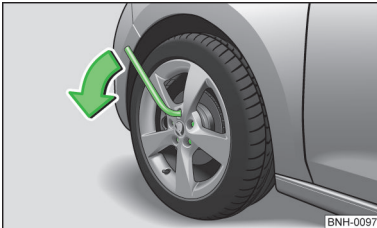

Abb. 150
- › Am Schlüsselende fassen und die Schraube etwa **eine** Umdrehung in Pfeilrichtung drehen » Abb. 150.
- › Am Schlüsselende fassen und die Schraube entgegen der Pfeilrichtung drehen » Abb. 150, bis diese fest ist.